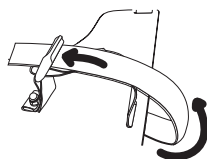

図3
- ④ 図3のように、ベルトを折り返し、プラスチックバックルに通します。